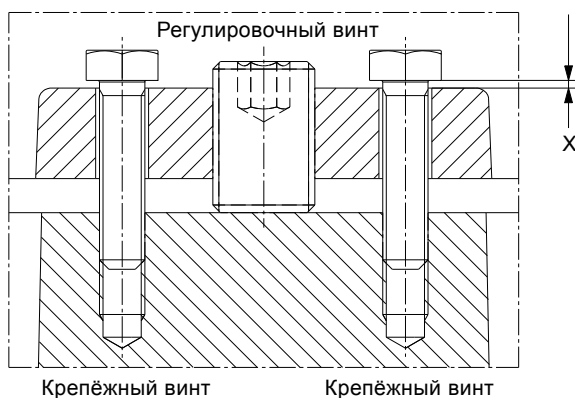

Рис. 12 Регулировка зазора рабочего колеса
3. Ослабьте крепёжные винты, чтобы создать надлежащий зазор под головками крепёжных винтов. См. рис. 12.